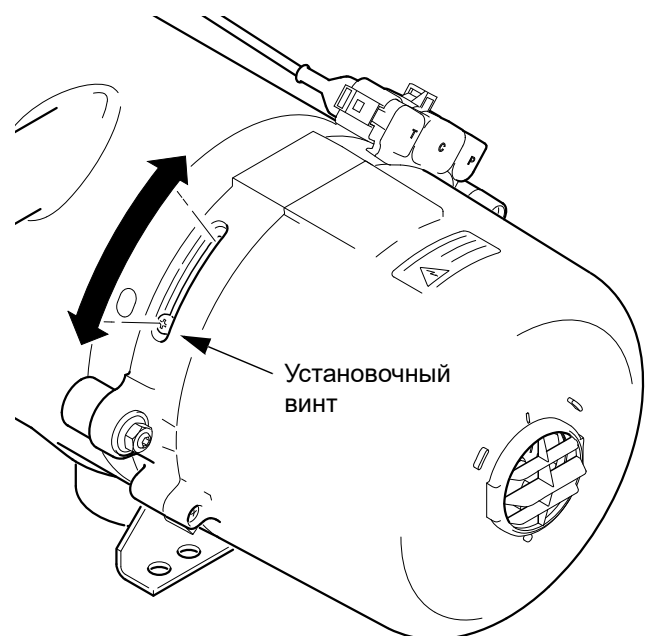

Рис. 701 Установочный винт для регулировки содержания CO2
4. Ослабить установочный винт (см. Рис. 701) и сдвигать установочное кольцо с установочным винтом до достижения целевого значения.